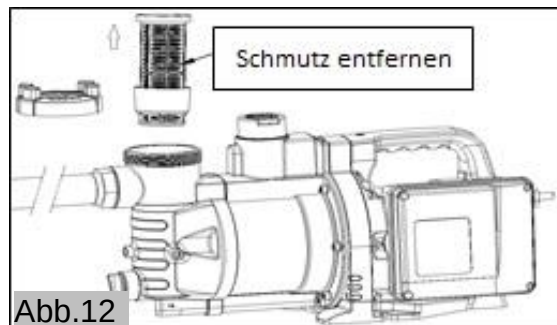

Abb.12
- (2) Nehmen Sie den Filtereinsatz vorsichtig heraus und waschen Sie ihn mit Wasser oder reinigen Sie ihn mit einer weichen Bürste (Abb. 12).